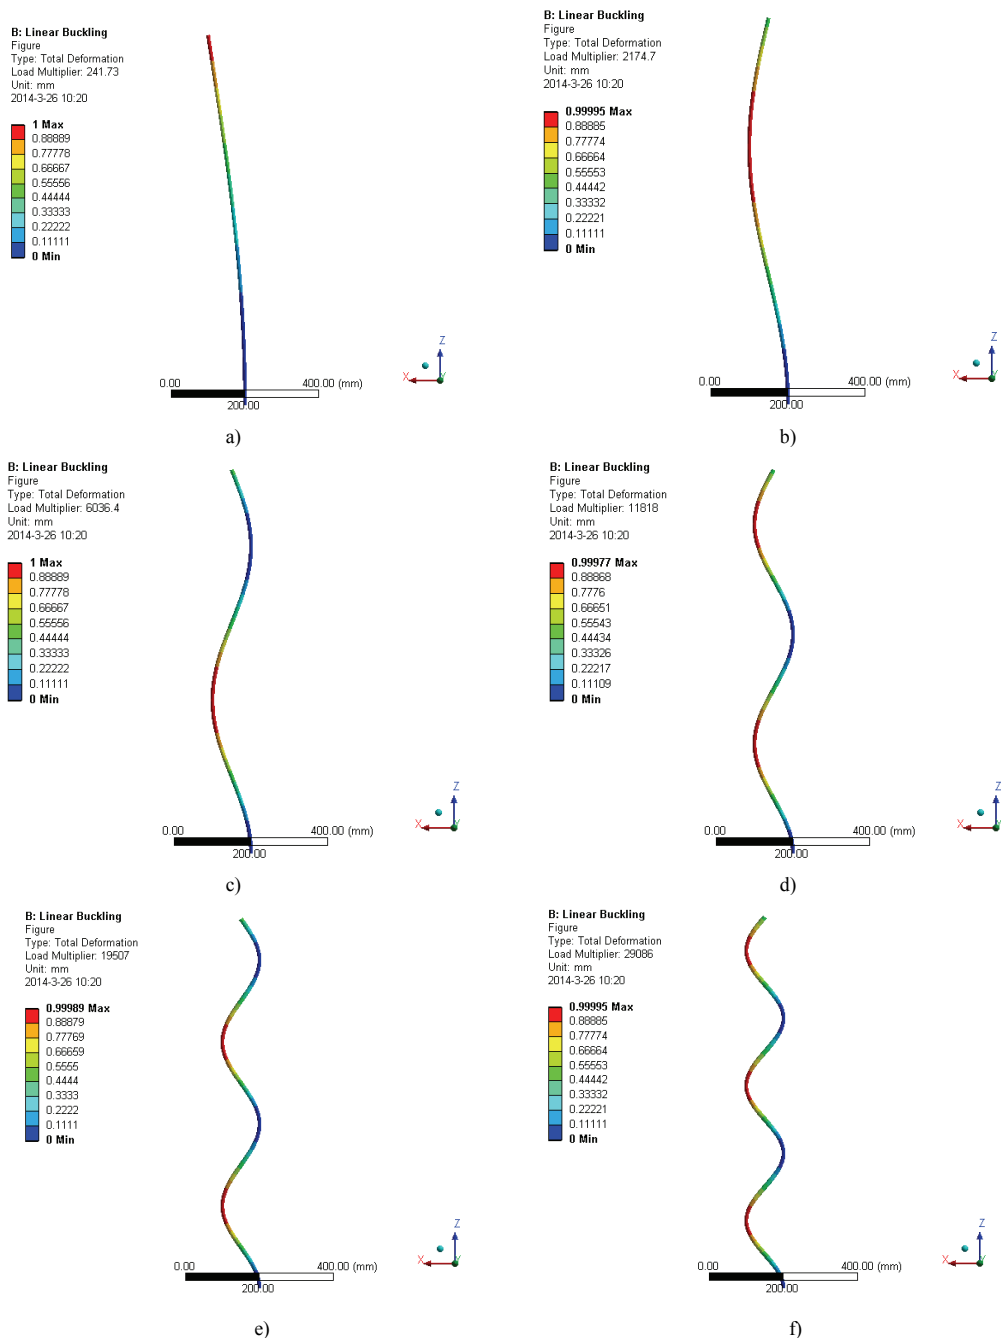

图 9-15 屈曲模态图
- 5) 在 Outline 树结构图 Total Deformation 上单击右键, 在弹出的快捷菜单中选择 Evaluate All Results, 此时进行求解, 求解后得到的图形如图 9-15 所示。